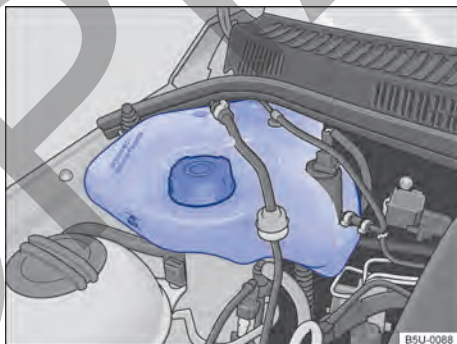

Fig. 204 En el compartimento del motor: depósito de gasolina para el sistema de arranque en frío.
El depósito de gasolina del sistema de arranque en frío se encuentra en el compartimento del motor, del lado derecho → fig. 204.
- Nunca sobrepasar la marca "MÁX" indicada en el depósito → fig. 204.